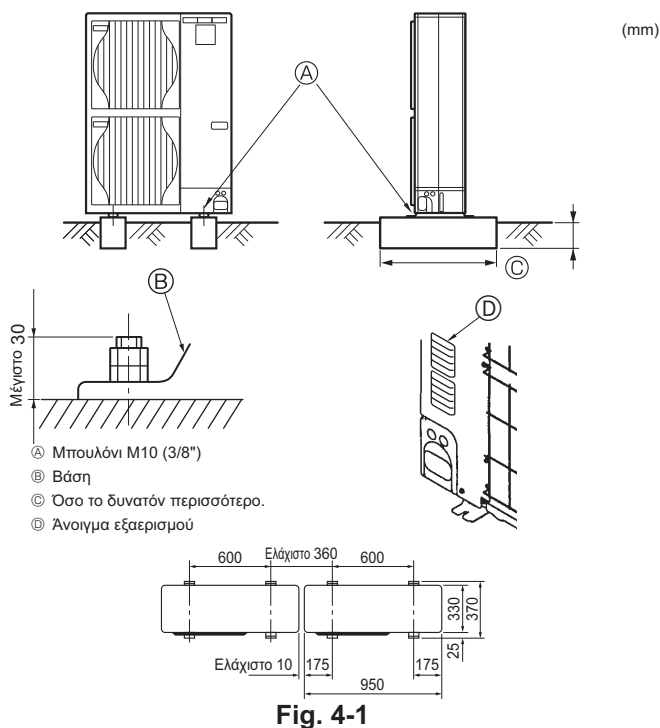

Fig. 4-1
• Η μονάδα πρέπει να τοποθετηθεί σε σταθερή και επίπεδη επιφάνεια για την αποφυγή θορύβων κατά τη λειτουργία. (Fig. 4-1)